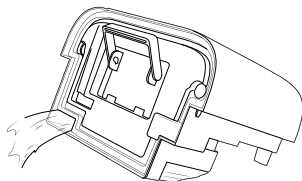

Abb. 2
- ◆ Gießen Sie das Wasser durch die Öffnung des Deckels aus (siehe Abbildung 2) und setzen Sie den Wassertank ④ wieder in das Gerät ein. Das Gerät setzt den Betrieb mit dem zuvor gewählten Programm fort.